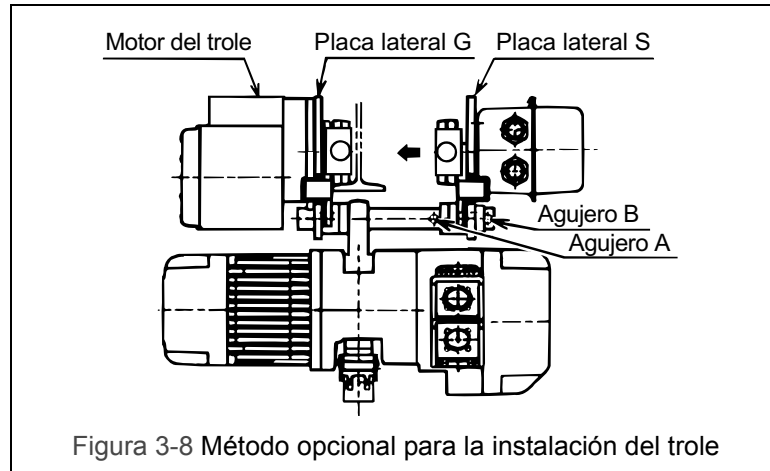

Figura 3-8 Método opcional para la instalación del trole
- 1) Mueva el pasador del tope de la flecha hasta el orificio B (consulte la Figura 3-8).